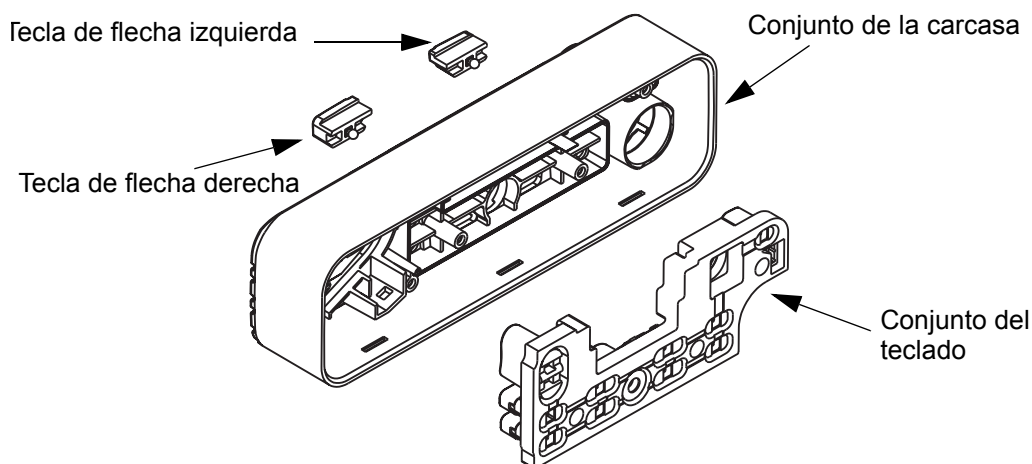

Figura 5-20 Conjunto del teclado
- b. Monte el teclado en la carcasa de la unidad de control; asegúrese de alinear las teclas con las aberturas correspondientes de la carcasa de la unidad de control. Consulte la Figura 5-20.